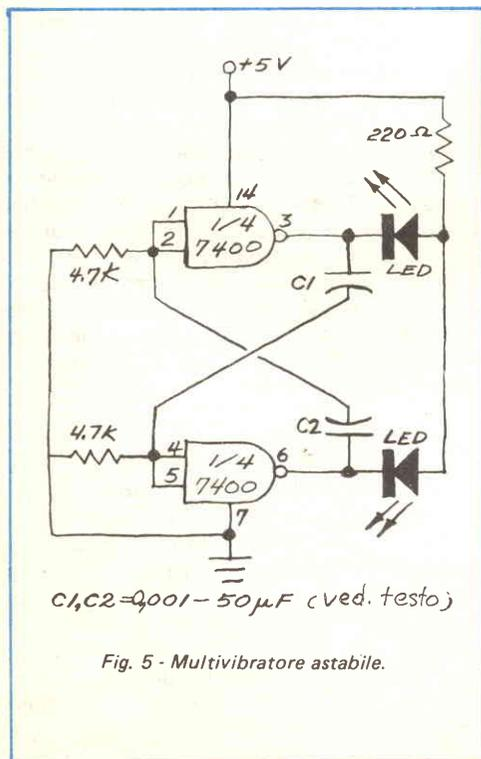

Fig. 5 - Multivibratore astabile.
**Multivibratore astabile** - Il terzo circuito con porta NAND è il multivibratore astabile rappresentato nella fig. 5. Questo circuito è un multivibratore che oscilla avanti e indietro automaticamente tra i suoi due stati ammissibili. Due LED vengono usati per mostrare quando il circuito cambia stato, ma sono efficaci solo quando il multivibratore funziona ad una frequenza inferiore a circa 18 Hz. L'occhio umano non risponde ad una frequenza di lampeggiamento più veloce di questa.